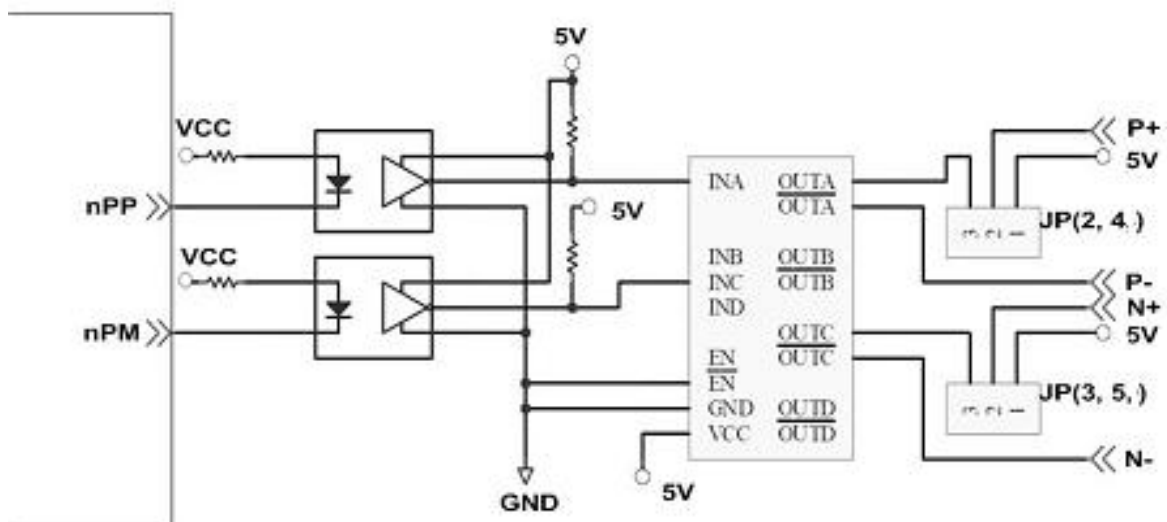

Fig. 2.10 脈波信號接線範例
**注意：** 開集極輸出(Open Collector)，P+ (N+)和 EXT\_5V 短路，可供外部使用 (參考 Fig 2.10)。